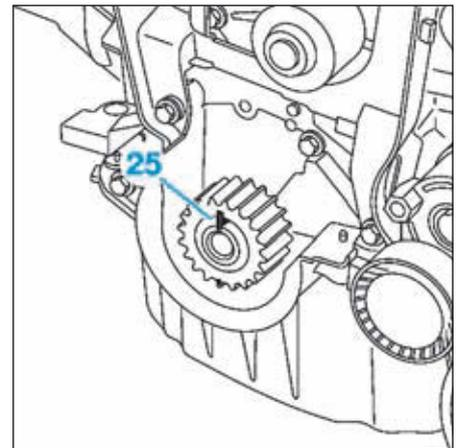

FIG.18
- la clavette (25) du pignon de distribution du vilebrequin doit être verticale et orientée vers le haut (Fig.18).